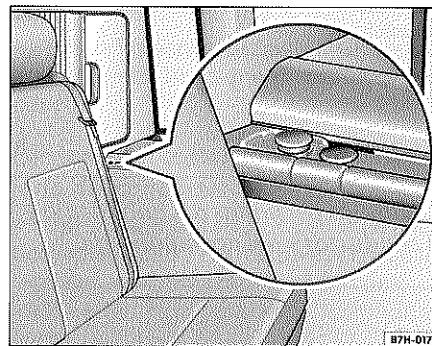

Fig. 25 Mesa del vehículo en posición básica (fragmento ampliado: tecla de desbloqueo)
- Presione el botón de bloqueo ⇒ fig. 25 hacia abajo.